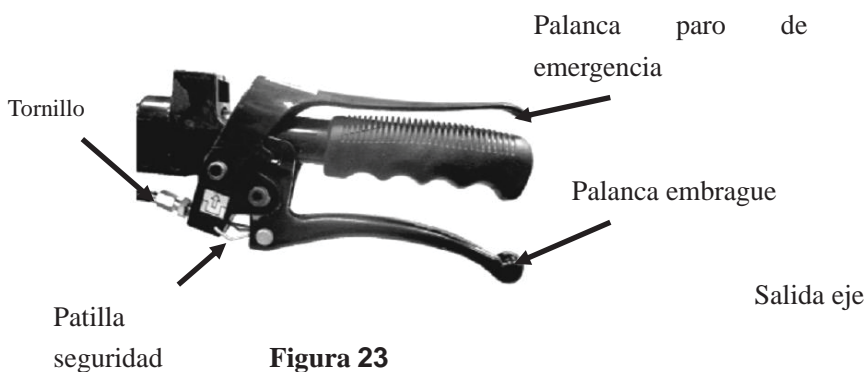

Figura 23
● De entrada el embrague manillar está destinado a controlar el desplazamiento de la caja reductora. Bajo circunstancias normales, debe ser desacoplado. Cuando el motor arranca o se pasa al engranaje, es necesario sostener el manillar para proteger los engranajes de los daños. Figura 23.
Utilización del paro del manillar, se utiliza para controlar pérdidas de gasolina. En condiciones de trabajo, el manillar debe ser presionado. Si no lo hace, el motor se detendrá. Figura 23.
● Es muy importante aprender a usar la palanca de embrague del manillar y el de paro de emergencia en el manillar. Primero debe tirar de esta última y luego la primera. Cuando desacopla, hay que tener en cuenta la palanca del embrague del manillar con la patilla de protección. Ver figura 23.
- Atención: ¡La palanca del embrague debe ser aprovechada al variar los engranajes durante el proceso de trabajo! Ver figura 23.
6. Presione hacia abajo la palanca de parada de emergencia y agarrar el mango del embrague. Figura 23.
- En caso de emergencia: Soltar la palanca de emergencia. Ver figura 23.